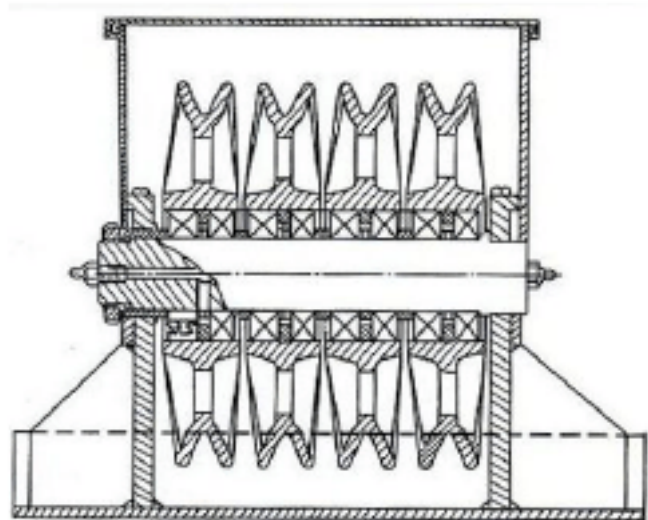

图 8-6 天车结构示意图
1. 天车。天车是一组定滑轮，天车通过钢丝绳与游动滑车构成游动系统，改变从绞车滚筒钢丝绳来的拉力方向，以完成悬吊与起下作业。结构如图 8-6 所示